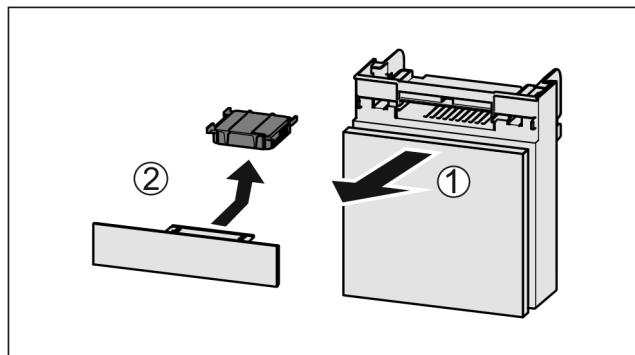

Fig. 83
- Predal izvlecite Fig. 83 (1) naprej.
- Odstranite Fig. 83 (2) aktivni ogleni filter.